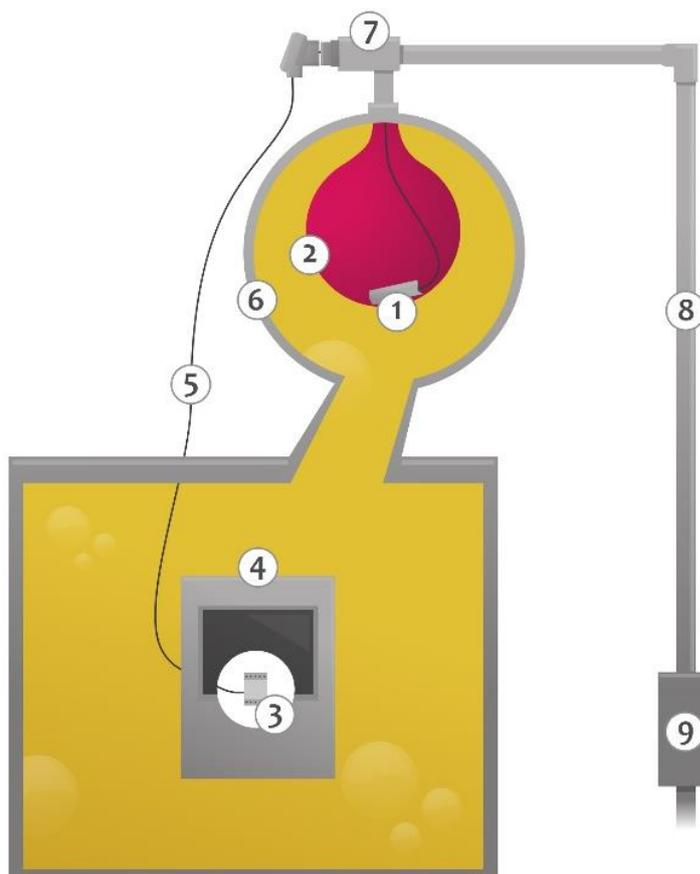

Figura 4 - Aplicação do relé MBR com bolsa
A Figura 4 ilustra a aplicação do Relé de Membrana com um sistema de selagem baseado em bolsa de borracha. Nesta figura podemos observar o sensor (1) localizado no interior da bolsa de borracha (2). O sensor (1) é ligado ao módulo de controle (3), instalado no painel de comando do transformador (4), através de um cabo (5). A passagem do cabo (5) do interior da bolsa (2) para o exterior é realizada por meio de uma caixa de passagem (7), localizado no início da tubulação de ar (8), de forma a manter a vedação do tanque de expansão (6) e da bolsa (2). Essa caixa de passagem não é fornecida juntamente com o MBR, pois sua construção física dependerá da forma construtiva do tanque conservador. Pode ser utilizado uma caixa de passagem CP-MBR para a instalação caso desejável.